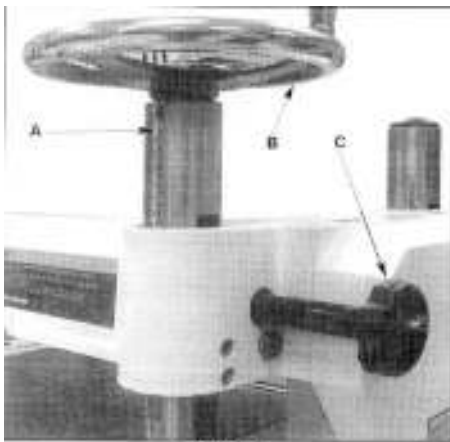

Figure 19
Шкала глубины строгания детали (А) имеет разметку в дюймах и в метрической системе Рис.19 с диапазоном от 0 до 6" (152 мм). Расстояние движения вверх-вниз контролируется маховиком (В) Рис. 19. Один оборот маховика равен 0.059" (1.5 мм). Перед тем как двигать строгальную голову вверх-вниз ослабьте стопорные ручки (С) Рис. 19.
После установки желаемого положения стола затяните стопорные ручки (С) Рис. 19.
**Отметьте:** У Стругального станка JWP-160S есть две стопорных ручки (с) рис. 19, с противоположных сторон